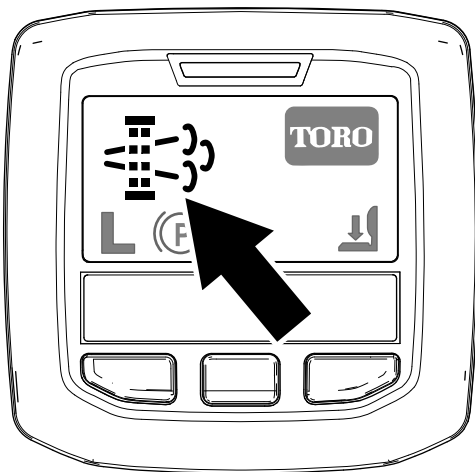

図 34
- ・ インフォセンターに、駐車再生要求アイコンが表示されます 図 34。